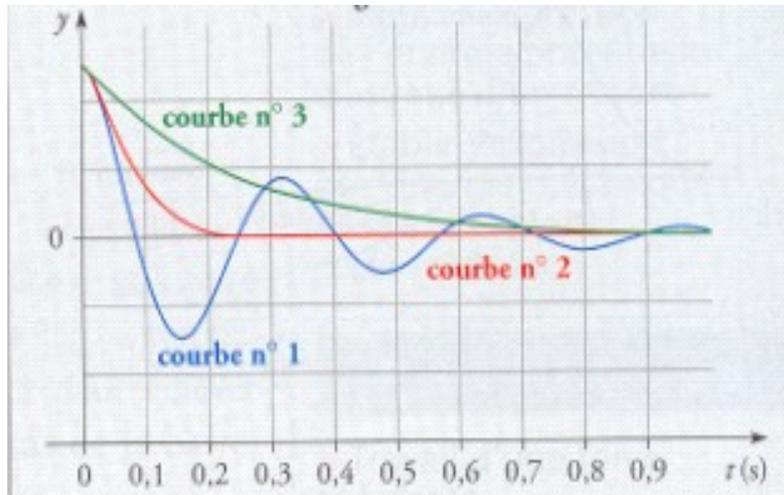

figure 1
- La figure 1 donne les trois courbes représentant  $y(t)$  pour trois véhicules dont seules les valeurs du coefficient d'amortissement sont différentes.
- L'une des courbes de la figure 1 correspond à un mouvement pseudo-périodique. Définissez le terme de « pseudo-période », puis déterminez sa valeur graphiquement.